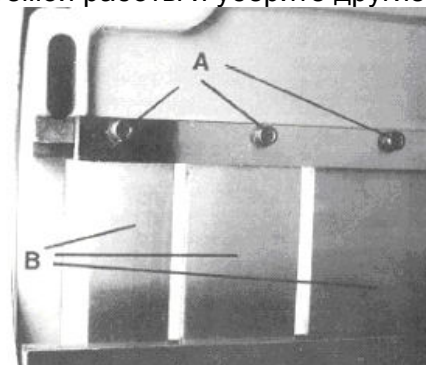

Рис. 4
3. Ослабьте удерживающие винты с шестигранной головкой под ключ (А, Рис. 4).
4. Выберите штамп(ы) (В, Рис. 4) для требуемой работы и уберите другие.